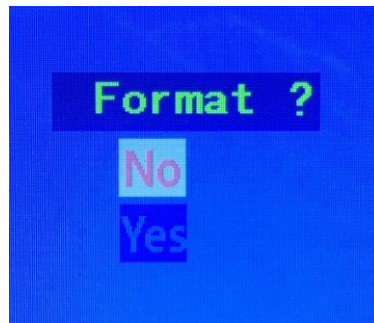

图 7/Picture 7
5.3.8.3. 按键 SW2 进入格式化界面，按键 SW6 和 SW5 进行向下和上下选择；按键 SW2 确认是/否格式化。如果选择格式化了，那么 TF 卡中的数据会全部丢失。下图是提示是/否格式化界面(如图 7)